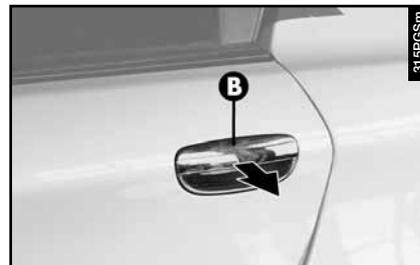

fig. 18
– Pour ouvrir la porte, et cela seulement le pommeau interne (**A-fig. 17**) soulevé, tirer la poignée d'ouverture (**B-fig. 18**).